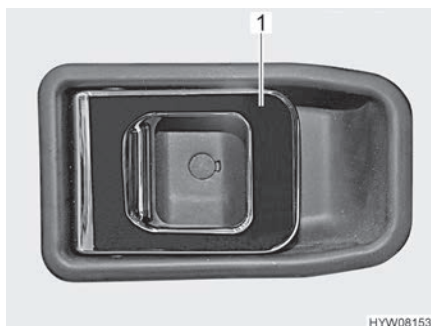

Fig. 55 Serrure de la porte (porte chauffeur, à l'intérieur)
- Ouvrir :** ■ Tirer sur la poignée (Fig. 55,1). La serrure de la porte se déverrouille et s'ouvre.
- Verrouiller :** ■ Appuyer sur la poignée (Fig. 55,1). La serrure de la porte se verrouille.